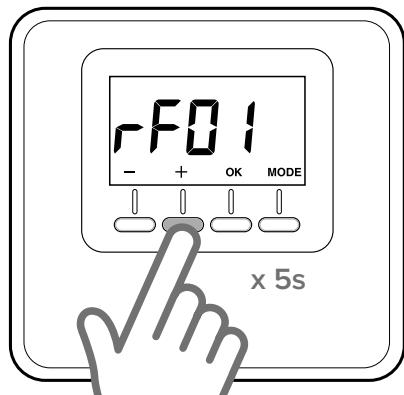

Fig. 18
- Premere nuovamente il tasto “+” per 5 secondi per accedere ai parametri tecnici. Il display mostra il parametro “rFO1” (fig. 18)